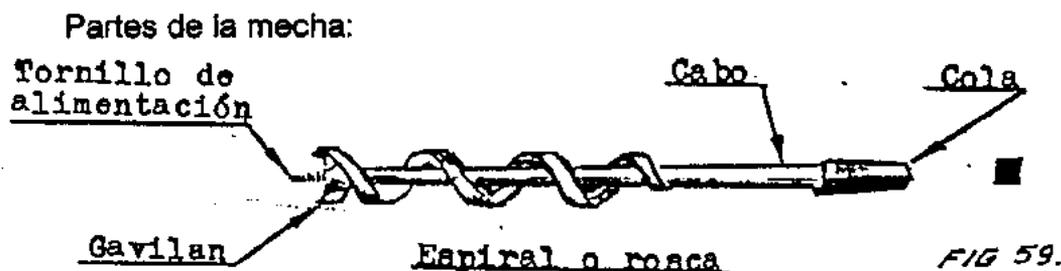

FIG 59.
- **Mecha.**- Es un elemento de acero, de alimentación y corte frontal, como característica singular presenta un tornillo de alimentación frontal, dos "gavilanes" de corte lateral, un cabo y una cola cónica de sección cuadrada (fig. 59).